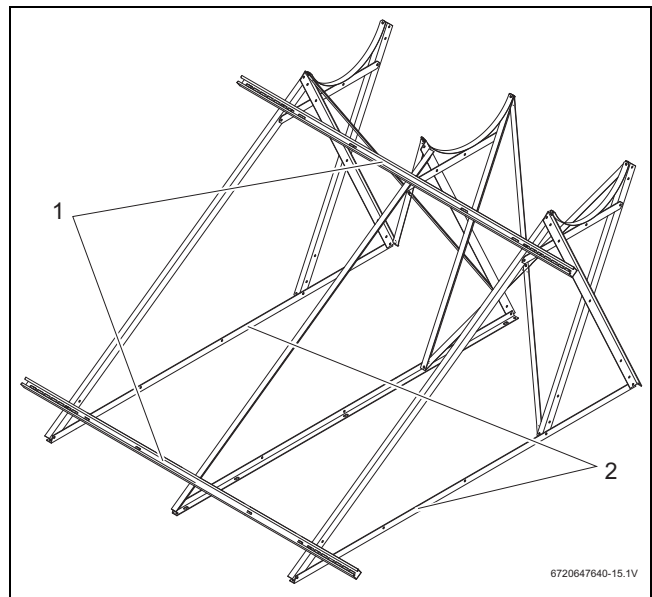

Fig. 24 Unir soporte transversal
- ▶ Atornillar los perfiles cubierta plana/tejado inclinado (Fig. 24, [1]), por arriba y por abajo, a los perfiles de soporte del captador.
- ▶ Alinear los perfiles de soporte inferiores (Fig. 24, [2]) de forma que queden paralelos.